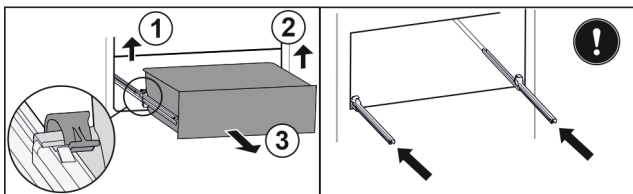

Fig. 144
- Soulever la bride gauche et tirer dans le même temps la partie gauche du tiroir vers l'avant. Fig. 144 (1)
- Soulever la bride droite et tirer dans le même temps la partie droite du tiroir vers l'avant. Fig. 144 (2)
- Retirer le tiroir par l'avant. Fig. 144 (3)